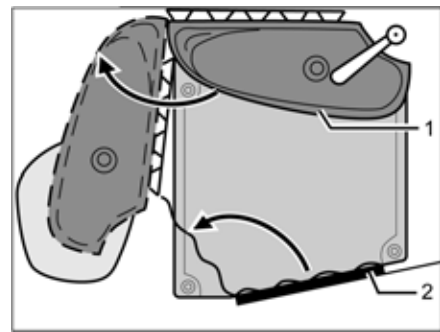

Bild 359 Vario-toalett
- Vrid tvättstället med bakväggen (Bild 359,1) i pilens riktning.
- Gå in i toaletterummet och stäng och lås toalettdörren (Bild 359,2) inifrån.